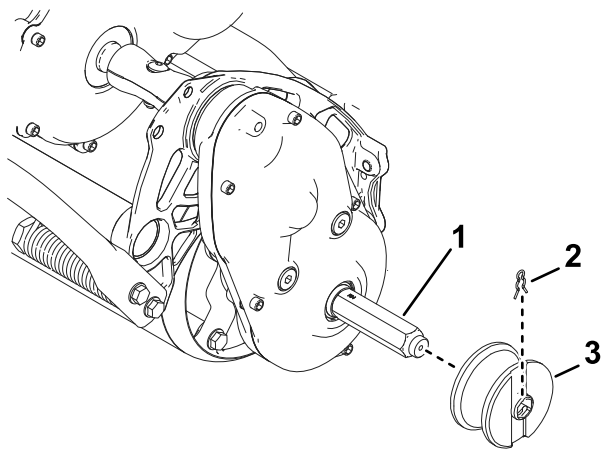

Bild 29
- **Schienenkit:** Montieren Sie die Schienenräder auf die Sechskantwelle (Bild 29).